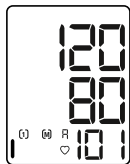

Fig. 1
- Después de seleccionar cada memoria de usuario, en la pantalla aparece primero el símbolo [1] o [2] que corresponda y una A. Se muestra el valor medio de todos los datos guardados de la memoria de usuario correspondiente (véase la fig. 1).